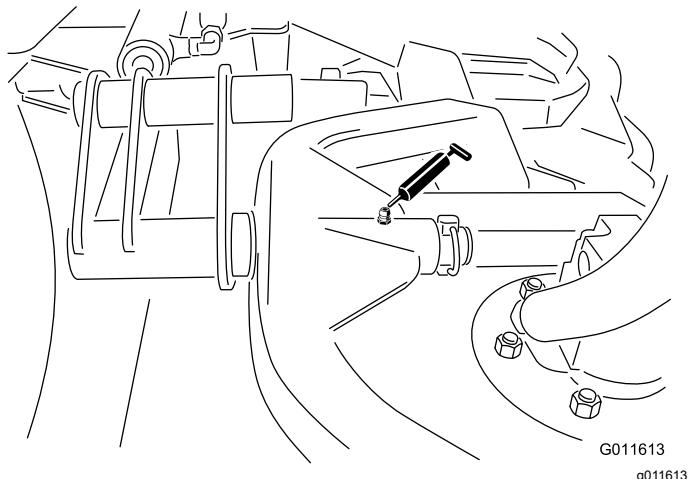

Bild 29
- Mähwerkträgerrahmen und Drehzapfen (1) — Bild 29